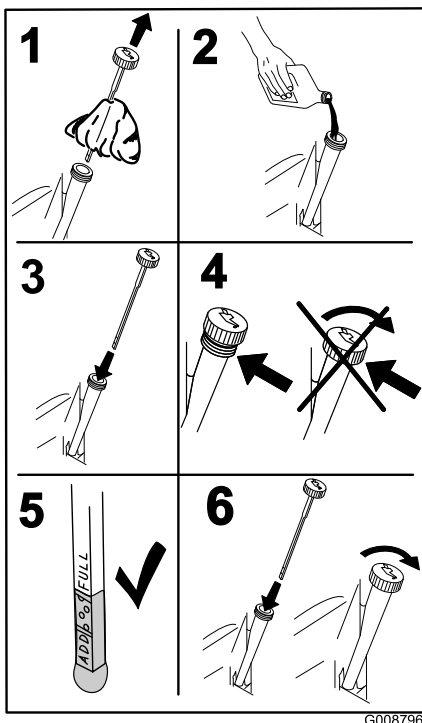

Figura 34
7. Deite cerca de 80% do óleo especificado no tubo de enchimento e adicione lentamente o óleo adicional até chegar à marca **Full** (Figura 34).